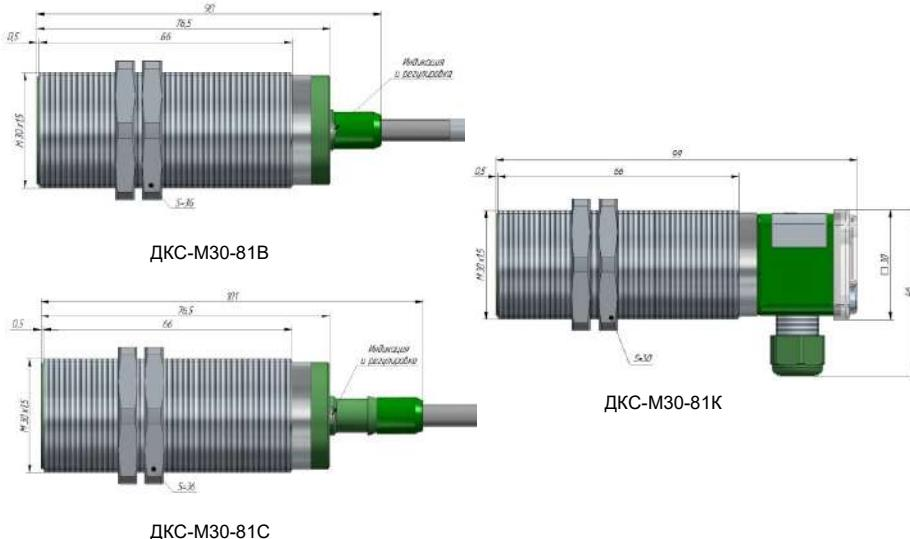

Рисунок 1 - Внешний вид и габариты ДКС
3.1 Датчик состоит из металлического корпуса, в котором размещена печатная плата с электронными компонентами. Внутренняя полость корпуса залита компаундом. У датчика с кабелем на крышки корпуса находится штуцер, через который выведен кабель, индикация и регулировки (рис. 1). У датчика с клеммником индикация и регулировка расположены под крышкой клеммной коробки.